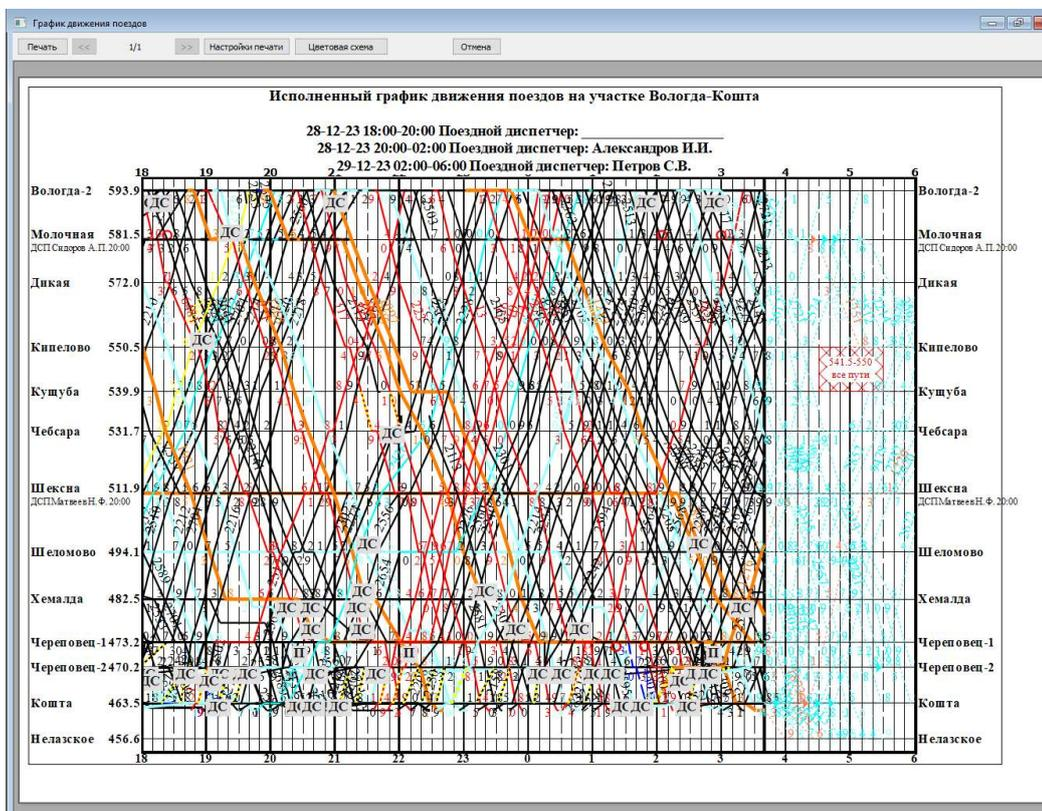

Рис.122.
6. Закончив подготовку макета бумажного графика нужно нажать на кнопку «Печать» (см. рис. 122).